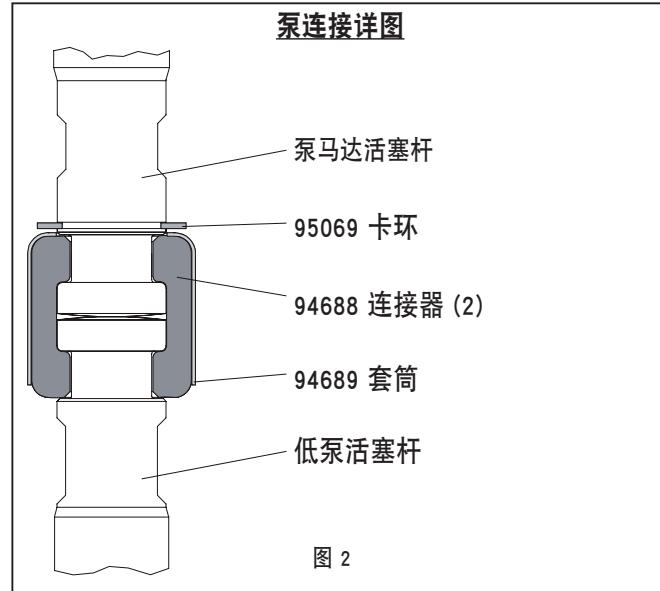

图 2
- 使用卡环钳将卡簧 (95069) 取出使得套筒能够往上移动取出, 使得连接器得分开 (见图2)。然后将气马达取下。